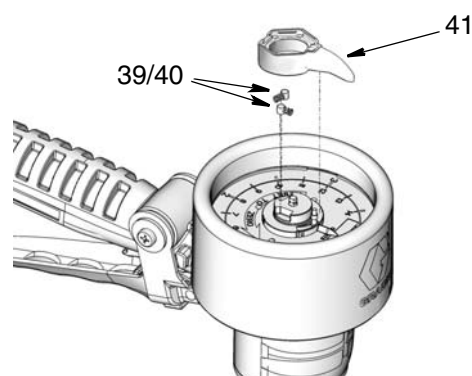

Рис. 24
- Установите указатель (41), пружины (39) и штифты (40), как показано на Рис. 24.